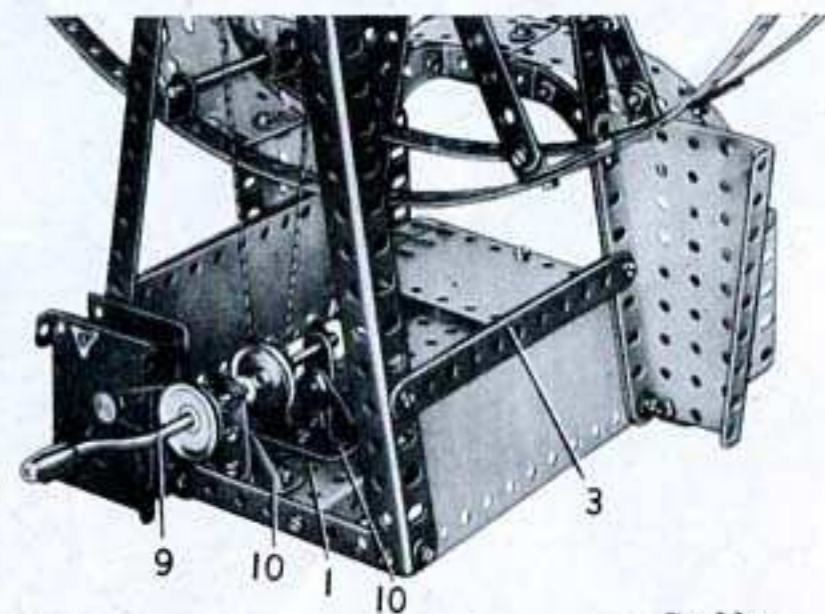

Fig. 5.9a
Un moteur mécanique Magic, boulonné sur la base, entraîne une poulie de 25 mm. bloquée sur la manivelle (9). Cette dernière passe dans des bandes de 3 trous fixées à des embases triangulées coudées (10) boulonnées sur la plaque à rebords (1). Une poulie de 12 mm. à moyeu montée sur la manivelle est reliée par une corde à l'une des poulies (7). La poulie de 12 mm. à moyeu est fournie avec le moteur mécanique Magic ; elle est placée derrière la seconde poulie de 25 mm. que l'on voit sur la manivelle dans la figure 5.9a.